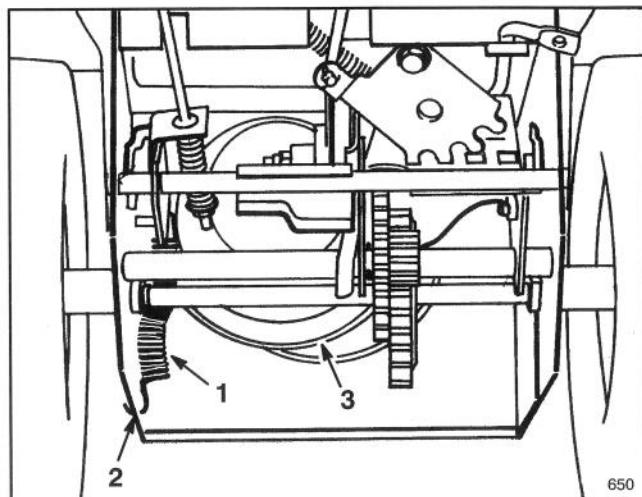

Figure 27
7. Décrochez le ressort de l'encoche du bord inférieur du panneau latéral (Fig. 27).
11. Accrochez le ressort dans l'encoche du bord inférieur du panneau latéral (Fig. 27).